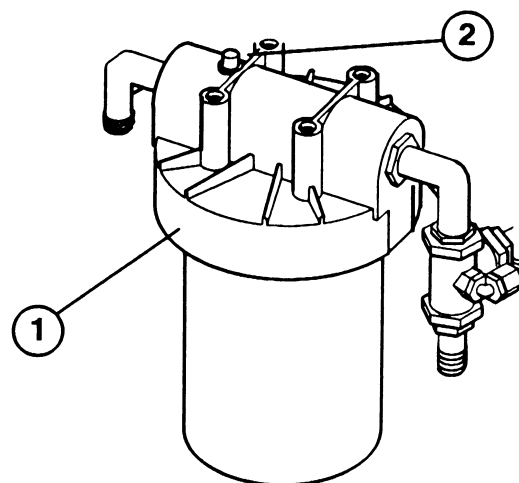

Fig. 9
5. Trykk inn lufteknappen på toppen av vannfilterhodet (fig. 9) under drivstofftanken. Hold knappen inne til all luft er drevet ut av filteret og vann kommer ut av åpningen.